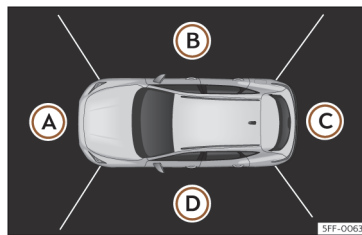

Fig. 156 Visualização do sistema de visão periférica: perspetiva aérea.
Pode-se escolher entre quatro vistas diferentes >>> **Fig. 156:**
Combinando as imagens de todas as câmaras, gera-se a perspetiva aérea >>> **Fig. 156**. A perspetiva aérea pode-se seleccionar pressionando sobre o veículo dentro da zona.
>>> **Fig. 156** (A) a (D) da perspetiva aérea ou da perspetiva aérea reduzida, é possível seleccionar e fixar a vista correspondente, a qual será realçada a cor de laranja.